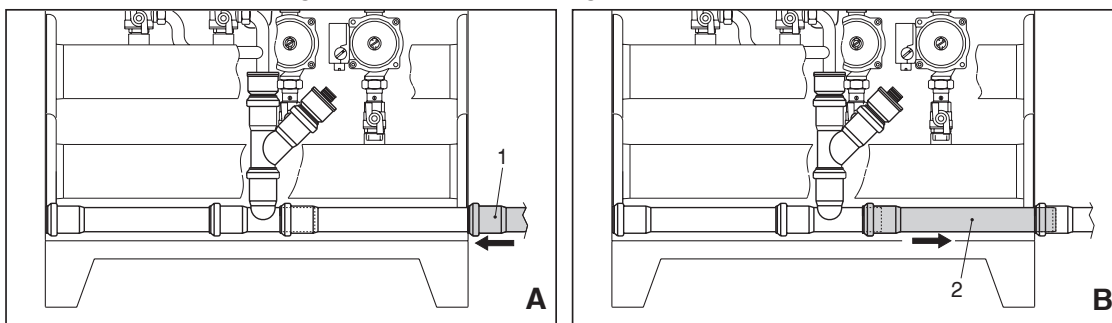

fig. 7
- Conectar al tubo de descarga de la condensación un tubo de Ø40 para evacuar la condensación que se produce durante el funcionamiento (fig. 7).